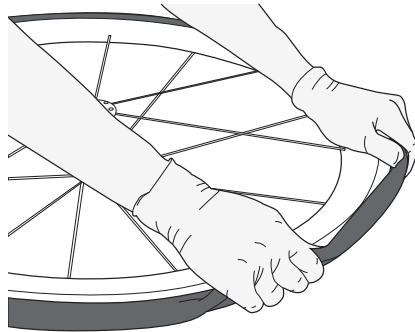

Figura 36.
8. Pegue a roda e deslize o pneu nos centímetros restantes, empurrando com os polegares (Figura 36).